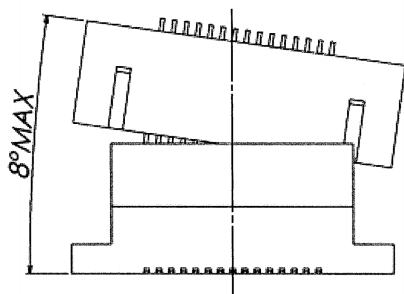
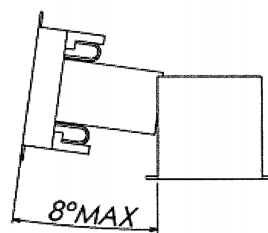

図1/Fig.1
図2/Fig.2
- ・誘い込み時の角度は図1～図2 になりますので、記載角度以下で位置決めをして下さい。
/Figure 1 and 2 show guiding angle. Please locate it below the described angle.